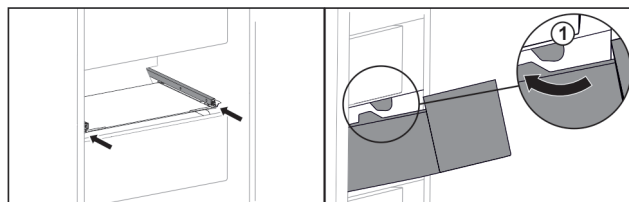

Fig. 160
- ▶ Før skuffen rundt stopperne *Fig. 160 (1)*.